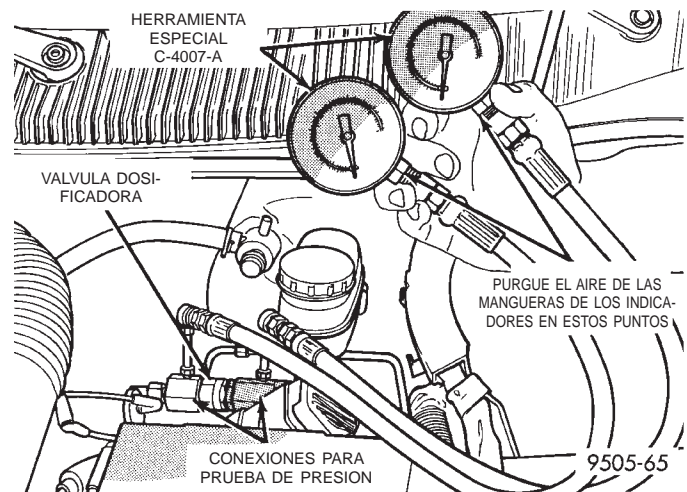

Fig. 28 Indicadores de presión instalados en las conexiones para prueba de presión
(8) Instale un indicador de presión, herramienta especial C-4007-A en cada conexión para prueba de presión (Fig. 28). Purgue en el indicador de presión el aire de la manguera conectada entre la conexión para prueba de presión y el indicador de presión, a fin de eliminar todo el aire atrapado.